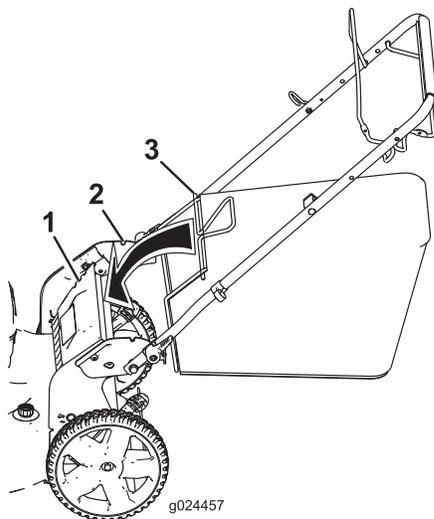

Figura 14
1. Levante y sujete el deflector trasero (Figura 14).
2. Instale la bolsa de recogida, asegurándose de que los pasadores de la bolsa descansan en las muescas del manillar (Figura 14).